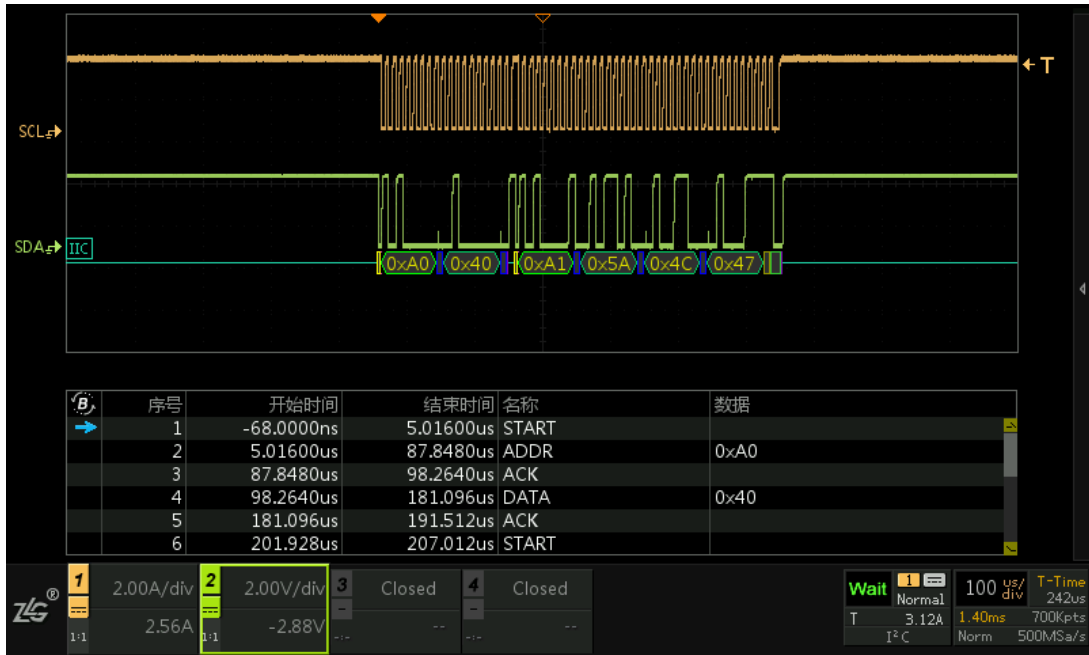

图 14.19 I2C 协议解码图（7 位地址模式）
- 按下【事件表】软键，使其显示 ON，用户可以通过查看事件表更清晰地了解 I2C 协议信号。同时可以通过旋转旋钮 B 来查看各个事件，在停止状态下，短按旋钮 B 可定位到选中的解码事件，如图 14.19。在停止状态下可点击【事件导出】，具体可参考 20.4 报表生成。